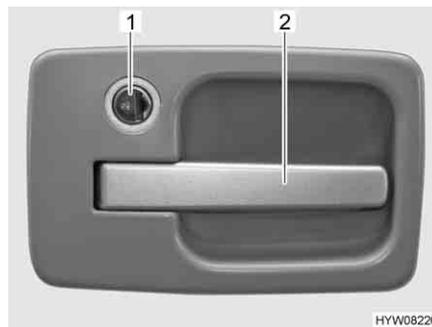

Fig. 29 Serrure de la porte cellule, à l'extérieur
- Insérer la clé dans le barillet (Fig. 29,1) et la tourner jusqu'au symbole ". La serrure de la porte est déverrouillée.
- Tirer sur la poignée de la porte (Fig. 29,2). La porte est ouverte.
- Insérer la clé dans le barillet (Fig. 29,1) et la tourner jusqu'au symbole ". La serrure de la porte est verrouillée.